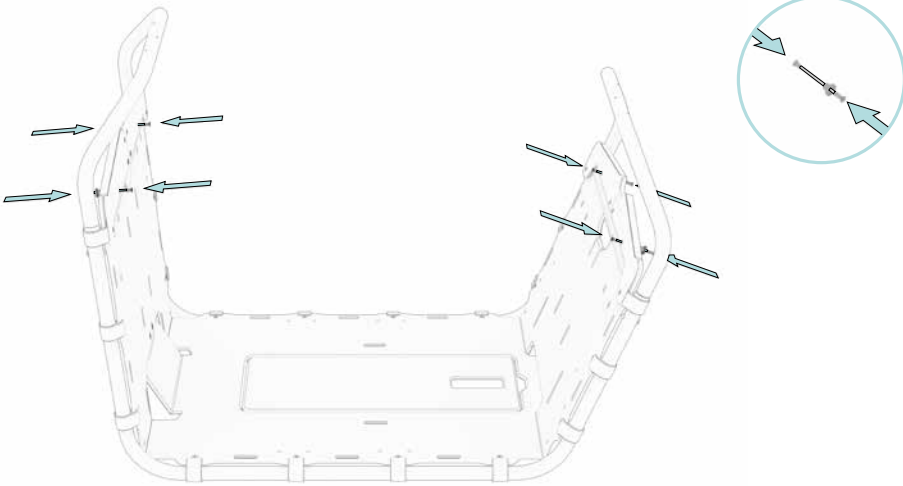

Abb. 9
Zur Montage der Vario-Soft-Walls zuerst die Rundknöpfe (3) vorne und hinten mit M5 Schraube (4), M5 Mutter (5) und je Seite einer Unterlegscheibe (6) an den Kunststoff-Leichtbauplatten anschrauben, mit ca. 2 Nm anziehen (Abb. 9).